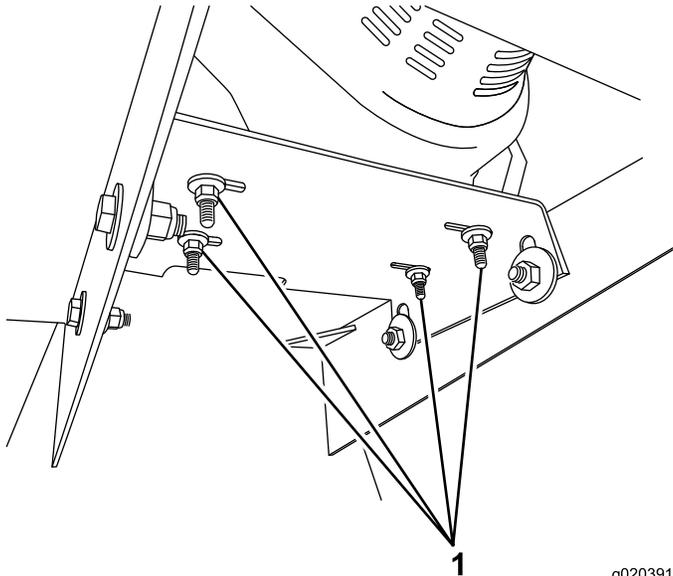

Figure 38
2. Retirez les 4 écrous et boulons qui fixent le moteur à la plaque de montage (Figure 38).
1. Placez le moteur sur la plaque de montage et alignez les trous des boulons (Figure 38).